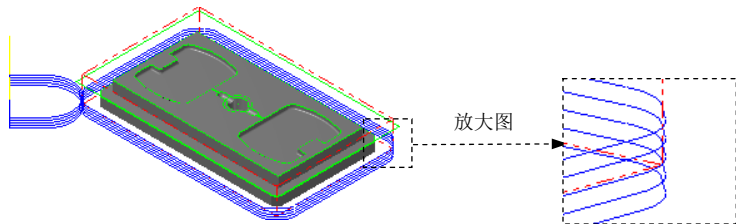

图 20.17 刀具路径
(1) 完成上步操作后,在“2D 刀具路径-外形铣削”对话框的刀具列表框中显示出 Step5 所选取的刀具,双击该刀具,系统弹出“定义刀具-机床群组-1”对话框。
(2) 设置刀具号码。在“定义刀具-机床群组-1”对话框的 **刀具号码** 文本框中,将原有的数值改为 2。
(3) 设置刀具的加工参数。单击“定义刀具-机床群组-1”对话框中的 **参数** 选项卡,在 **进给率** 文本框中输入值 500.0,在 **下刀速率** 文本框中输入值 300.0,在 **提刀速率** 文本框中输入值 500.0,在 **主轴转速** 文本框中输入值 1500.0。
(4) 设置冷却方式。在 **参数** 选项卡中单击 **Coolant...** 按钮,系统弹出“Coolant...”对话框,在 **Flood** (切削液) 下拉列表中选择 **On** 选项。单击该对话框中的 按钮,系统返回至“定义刀具-机床群组-1”对话框。
Step12. 单击“2D 刀具路径-外形铣削”对话框中的 按钮,完成加工参数的设置,此时系统将自动生成图 20.17 所示的刀具路径。